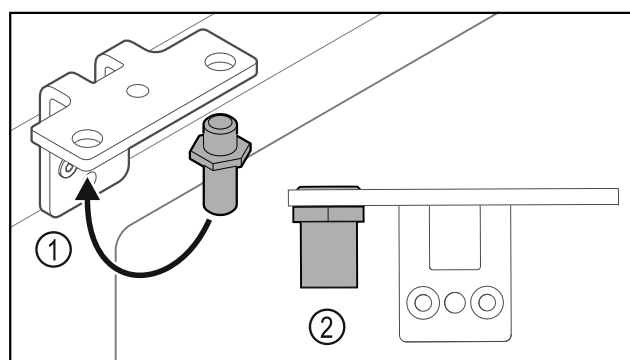

Fig. 20
- Mettre l'axe Fig. 20 (1) dans l'autre trou de l'équerre de charnière.
- Serrer l'axe Fig. 20 (2) au **couple de 12 Nm**.